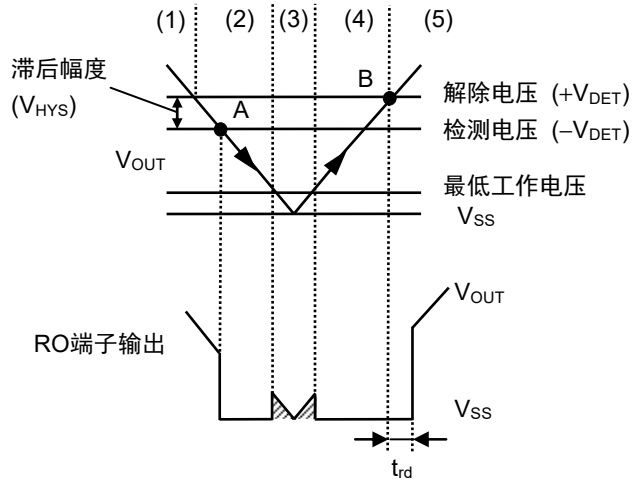

图40 检测器部分的时序图
- (1) 当稳压器的输出电压 ( $V_{OUT}$ ) 大于或等于检测器的解除电压 ( $+V_{DET}$ ) 时, N沟道晶体管 (N1, N2) 变为关, 向RO端子输出 "H"。此时, P沟道晶体管 (P1) 为开状态, 向比较器 (C1) 的输入电压为  $\frac{R_B \cdot V_{OUT}}{R_A + R_B}$ 。
- (2) 即使 $V_{OUT}$ 降低到小于或等于 $+V_{DET}$ 时, 只要高于或等于检测电压 ( $-V_{DET}$ ), 就能向RO端子输出 "H"。若 $V_{OUT}$ 降低到小于或等于 $-V_{DET}$  (图40的A点) 时, 通过C1控制的N1变为开,  $C_{DLY}$ 被放电。同时, 由延迟电路控制的N2变为开, 向RO端子输出 "L"。此时, P1变为关, 向C1的输入电压为  $\frac{R_B \cdot V_{OUT}}{R_A + R_B + R_C}$ 。
- (3) 若 $V_{OUT}$ 进一步下降到小于或等于最低工作电压时, RO端子的输出变得不稳定。若RO端子被上拉时, 输出 "H"。
- (4) 若 $V_{OUT}$ 上升到大于或等于最低工作电压时, 向RO端子输出 "L"。此外, 在 $V_{OUT}$ 大于 $-V_{DET}$ 且小于 $+V_{DET}$ 的情况下, 输出为 "L"。
- (5) 再继续使 $V_{OUT}$ 上升, 若上升到大于或等于 $+V_{DET}$  (图40的B点) 时, N1变为关,  $C_{DLY}$ 被充电。如 $V_{DLY}$ 为阈值电压 (1.25 V (典型值)), 则由延迟电路控制的N2变为关, 向RO端子输出 "H"。